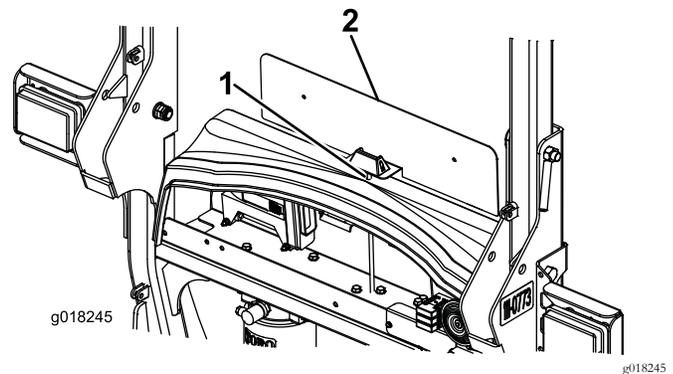

Figura 10
1. En el centro de la moldura de plástico del tabique, a 40 mm aproximadamente desde el borde delantero, perforo un taladro de 8 mm de diámetro (Figura 10).